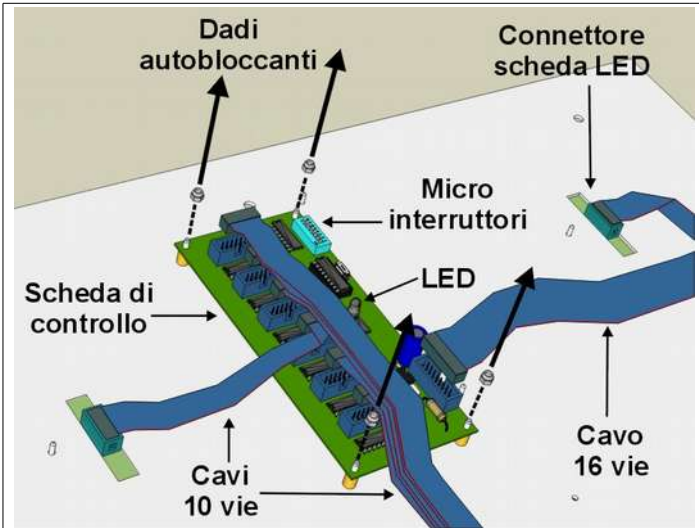

Fig. 19: Sostituzione di una scheda di controllo
2. Cambiare il cavo di collegamento tra la scheda LED e quella di controllo (Fig. 18, Fig. 19).
- b) individuare la scheda di controllo collegata al gruppo di schede LED non funzionanti attraverso i cavi piatti a 10 vie (Fig. 18, Fig. 19). Se fornendo alimentazione al tabellone, il LED presente su tale scheda di controllo (Fig. 19) appare acceso o lampeggiante, allora sostituire la scheda di controllo (capitolo 7.2); altrimenti, se il LED risulta spento:
6. Mediante una chiave da 5,5 mm svitare i 4 dadi di blocco della scheda di controllo (Fig. 19) e quindi toglierla dalla sede.
Su ogni modulo dei tabelloni visualizzatori dei 24 secondi, è presente una scheda di controllo sulla quale sono presenti dei microinterruttori (Fig. 19), che devono avere la seguente configurazione.